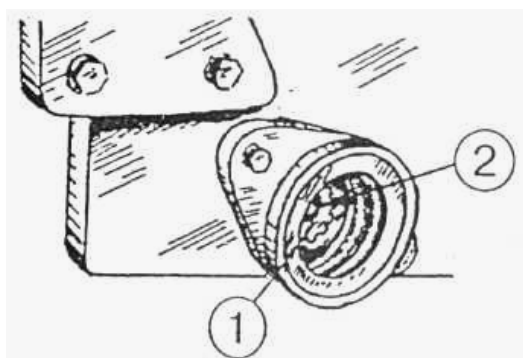

Рисунок 5.64
4) при установке торсиона (2) избегайте повреждения манжет (1) (**рисунок 5.64**). Смажьте рабочие кромки манжет (1) смазкой «Литол-24» или «Бэхем LCP-GM»;